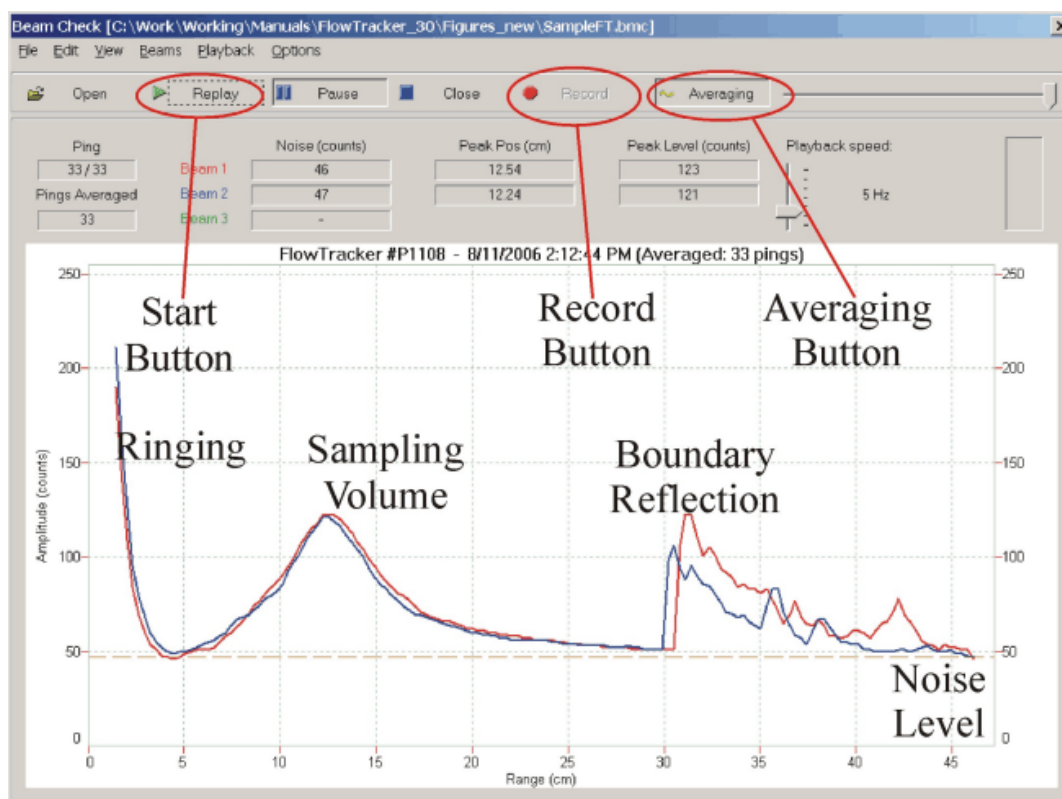

Figura 11 – Pantalla de Ejemplo del BeamCheck
El *BeamCheck* (Figura 11) es un programa de diagnóstico que se usa para verificar el rendimiento del FlowTracker. Éste es el mismo programa de diagnóstico usado en SonTek; le proporciona una herramienta potente para entender y verificar el rendimiento del sistema. Recomendamos que se familiarice con este software y lo use de forma regular.
- La Figura 11 muestra una pantalla de ejemplo.
En el *BeamCheck*, el FlowTracker envía pulso de sonido y muestra la fuerza de la señal de retorno para cada receptor en función del tiempo. Las características del perfil de la fuerza de la señal comprueban diferentes aspectos del funcionamiento del sistema (Figura 11).
- Cada uno de los elementos señalados arriba deberían ser visibles (Figura 11).